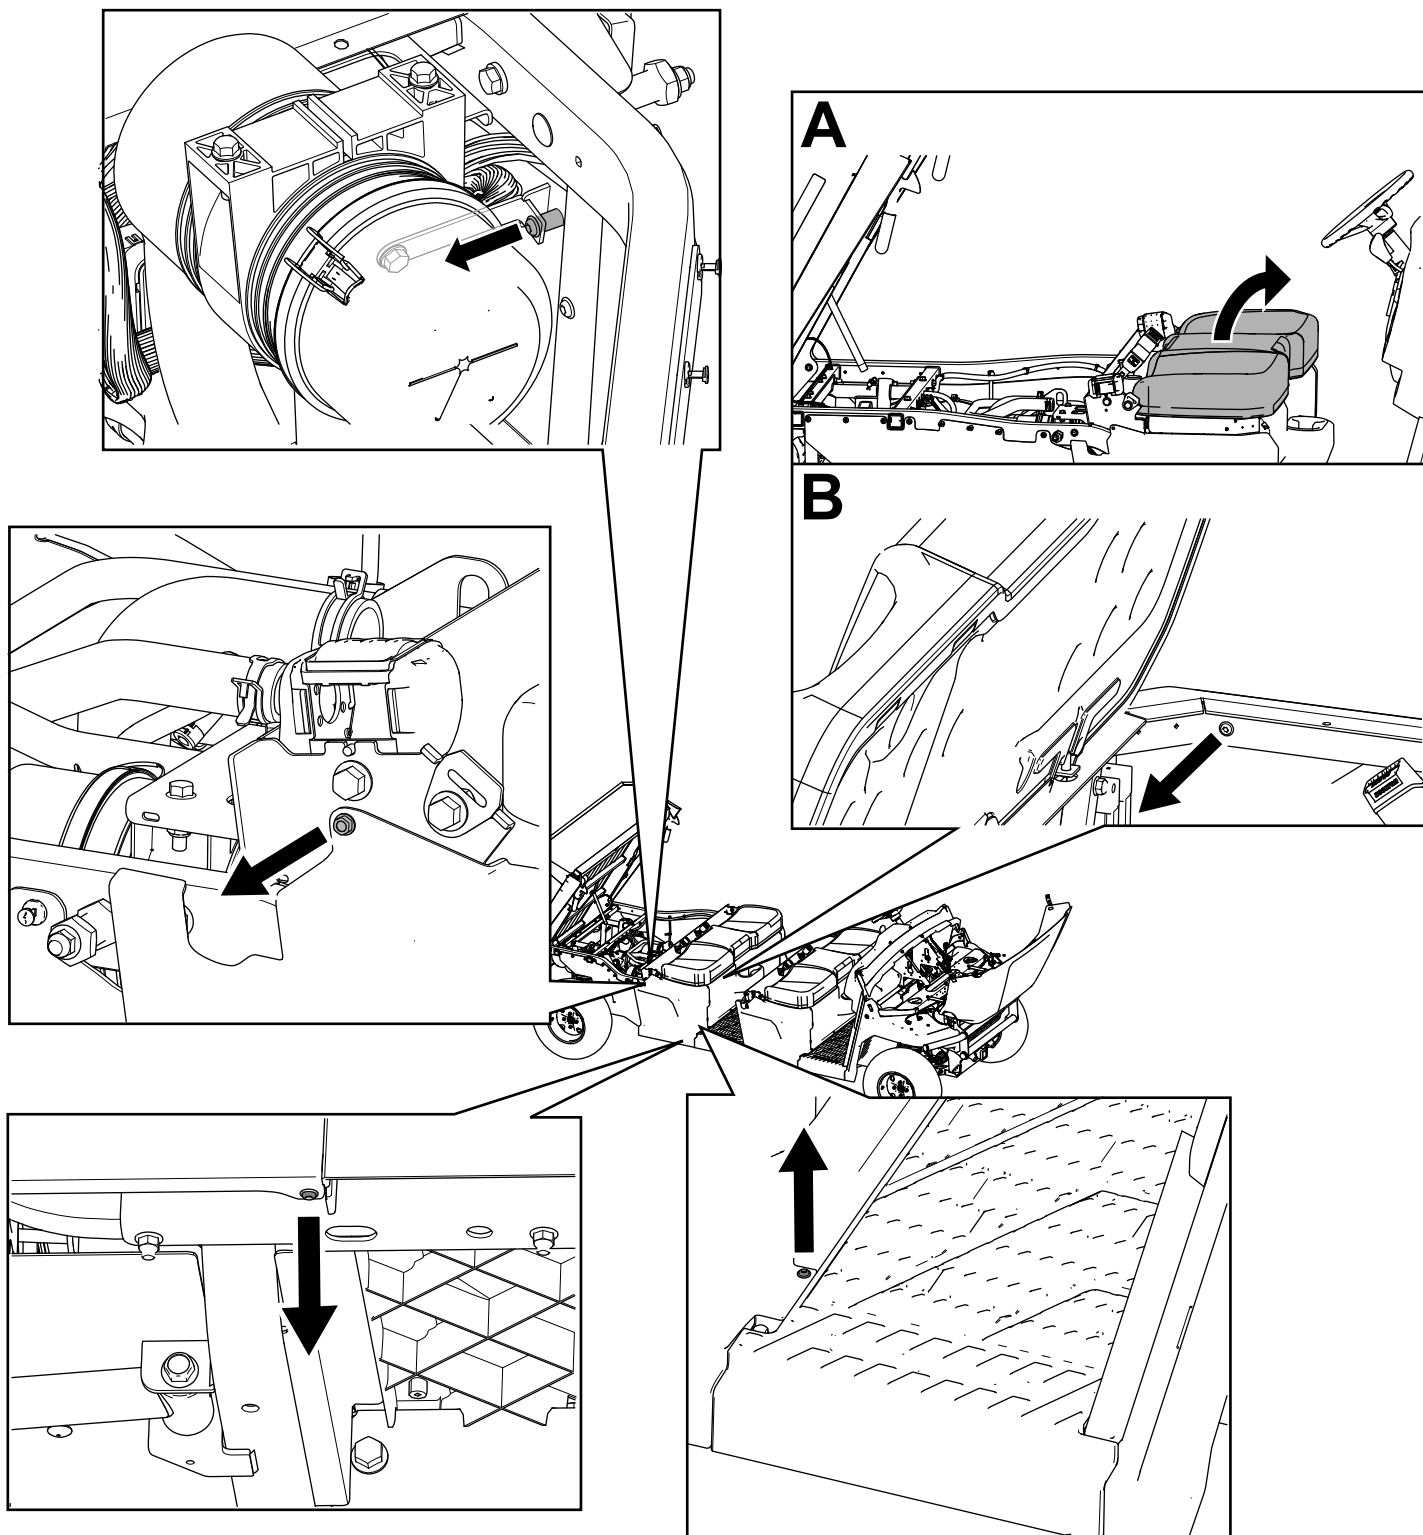

図 32
3. 左側 2 枚、右側 2 枚のシートベースパネルから、六角ワッシャヘッドボルト 1/4 x 3/4" と T30 torx ヘッドファスナを取り外す 図 32。